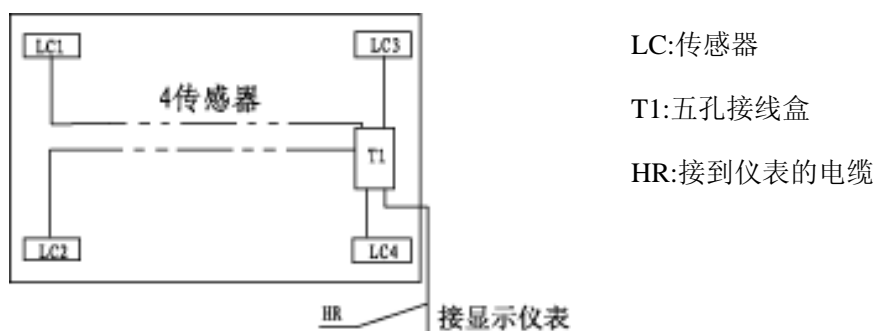

图 10
模式 1: 打开秤台端盖，按图 10 的限位示意，拧入限位螺栓和锁紧螺母，并使限位螺栓头部与传感器侧面间隙保持在 3mm 之内，然后锁紧螺母。
- 对于单秤台汽车衡：传感器布置如图 10